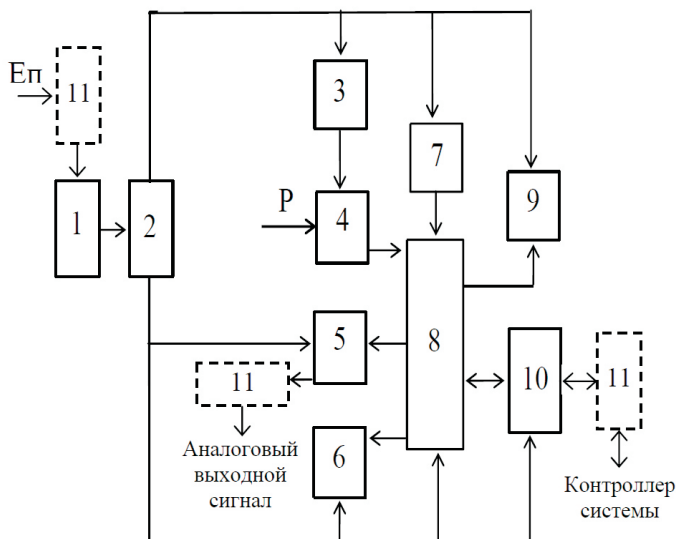

Рисунок 1 – Структурная схема прибора
1.3.2 Давление измеряемой среды P воздействует на сенсор (4) (Рисунок 1), представляющий собой тензорезистивную мостовую схему, напряжение с которого поступает на электронный преобразователь.
В приборах предусмотрены элементы защиты (11) (Рисунок 1) от электромагнитных помех по электрическим цепям: напряжения питания, токового выходного сигнала и цифрового интерфейса.